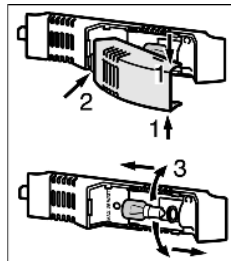

Fig. 23
- ▶ Die Lampenabdeckung oben und unten fassen *Fig. 23 (1)*.
- ▶ Lampenabdeckung hinten austreten und aushängen *Fig. 23 (2)*.
- ▶ Die Glühlampe auswechseln *Fig. 23 (3)*.